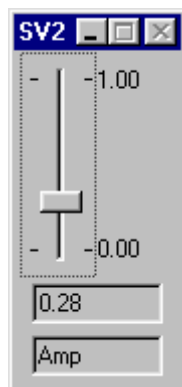

Abb. 3.9: Bedienelement des Moduls **SliderV**
5. Betätigen Sie den Start-Button. Mit der Maus können Sie am Bedienelement **Amp** (siehe Abb. 3.9) die Amplitude des weißen Rauschens einstellen, die zum Sinussignal addiert wird.